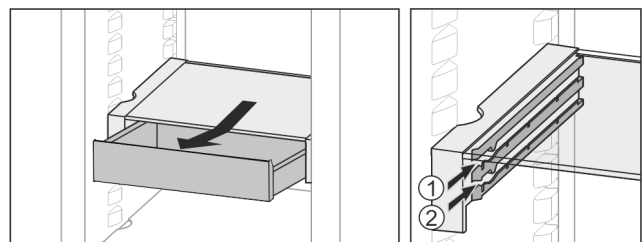

Fig. 28
- ▶ In beliebiger Höhe Fig. 28 (1) oder Fig. 28 (2) einschieben.